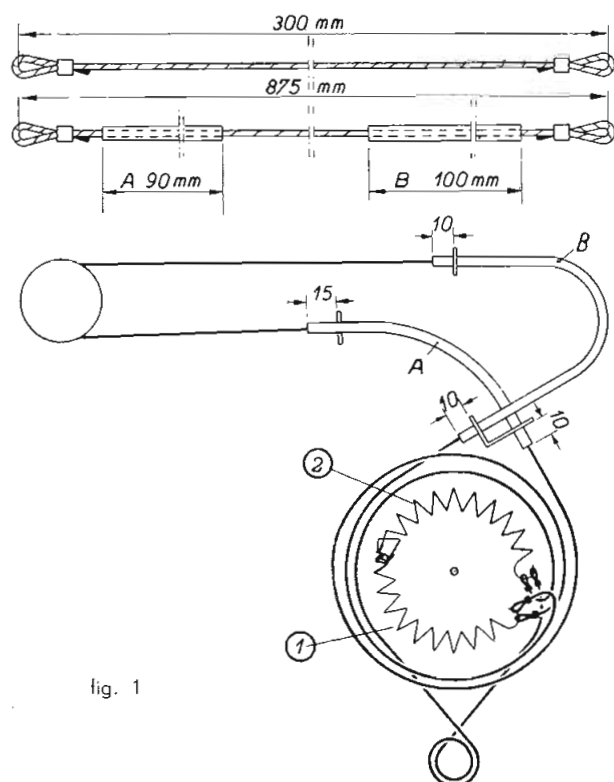

fig. 1
Zie fig. 1. Veer 2 is in vergelijking tot veer 1 veel langer en veel dikker.
9. Op gelijke wijze wordt het koord voor de aandrijving van de wijzer aangebracht. Hierbij wordt veer 1 in fig. 1 gebruikt.
Trekveer, pos. 1 in fig. 1	49 929 35.0
Trekveer, pos. 2 in fig. 1	A 3 646 26.0